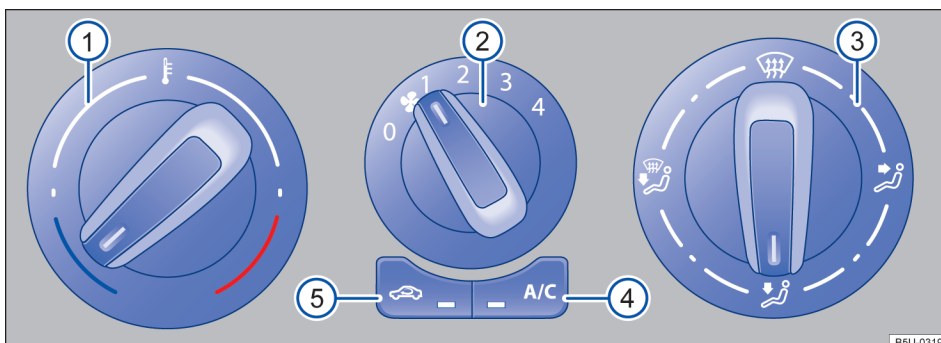

Fig. 76 Mandos del aire acondicionado.
- *Aire acondicionado*: girar el regulador del ventilador al nivel 0 → fig. 76 ②.
- *Aire acondicionado*: girar el regulador giratorio izquierdo → fig. 76 ① para regular la respectiva temperatura.
- *Aire acondicionado*: girar el regulador del ventilador → fig. 76 ②.
En modo de recirculación de aire, el aire externo se ve impedido de llegar al interior del vehículo → fig. 76.
- *Aire acondicionado*: girar el regulador de la derecha → fig. 76 ③ a la posición deseada.
- Girar el botón de distribución de aire → fig. 76  a la posición ; en esta posición el modo de recirculación de aire se apaga automáticamente.